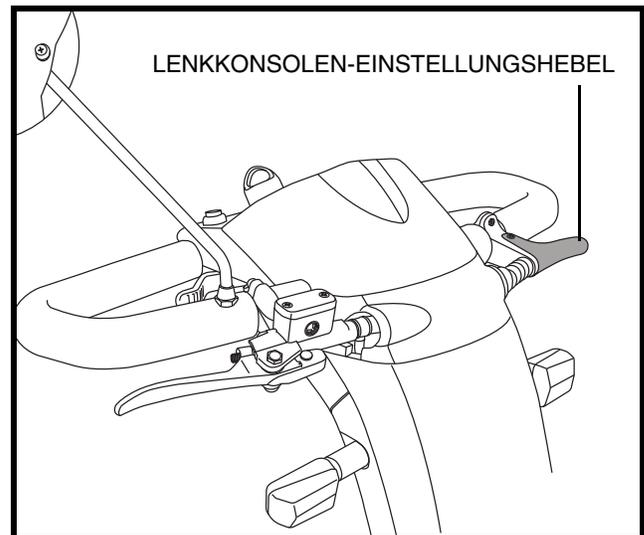

Abb. 14. Einstellung des Lenkers
1. Drücken Sie den Lenkereinstellknopf. **Siehe Abb. 14.**